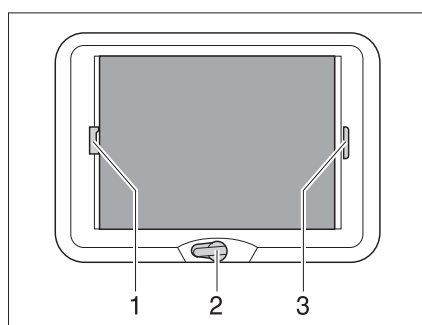

Fig. 68 Lanterneau à manivelle
- Tourner la manivelle (Fig. 68,2) jusqu'à ressentir une résistance (angle d'ouverture max. 70°).
- Tirer la poignée du dispositif occultant plissé (Fig. 68,3) et le relâcher lorsqu'il a atteint la position voulue. Le dispositif occultant plissé reste alors à cette position.
- Tirer sur la poignée (Fig. 68,1) de la moustiquaire jusqu'à toucher la poignée du dispositif occultant plissé (Fig. 68,3) située vis-à-vis et la faire s'enclencher.
- Appuyer sur la poignée de la moustiquaire (Fig. 68,1) vers l'arrière et le haut et décrocher la moustiquaire du dispositif occultant plissé (Fig. 68,3).